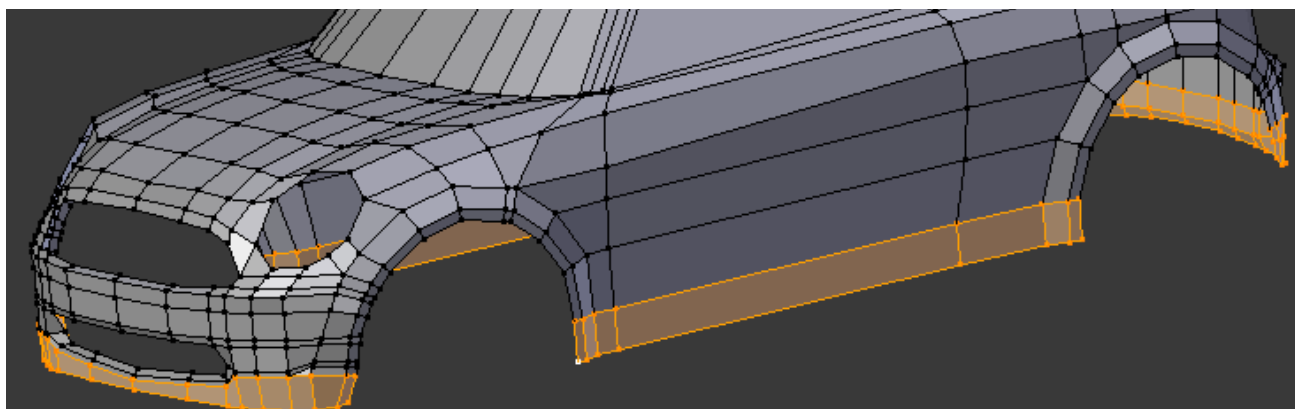

Figura 4.101
15. Complete os plásticos recorrendo aos procedimentos já conhecidos, figura 4.101.